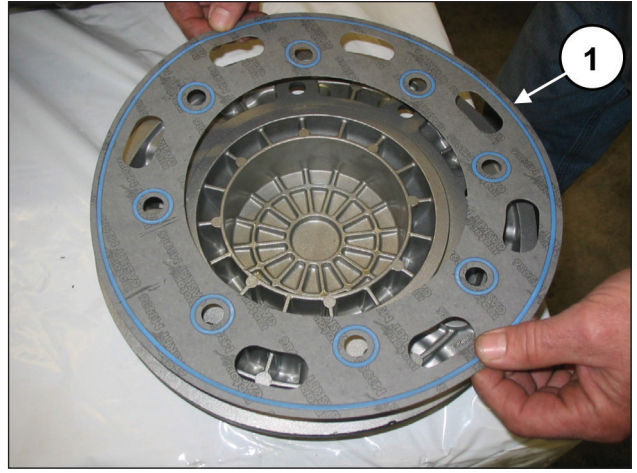
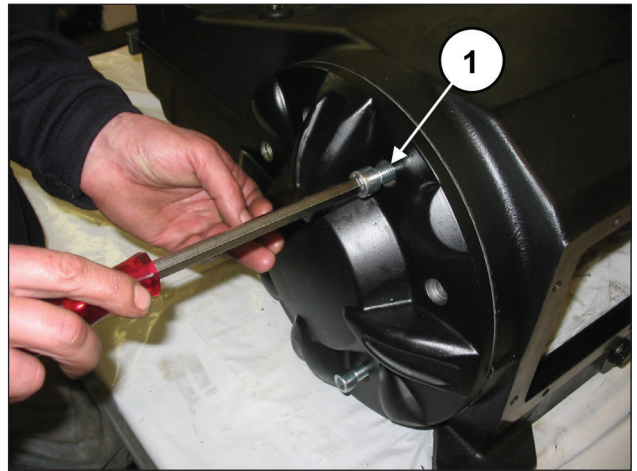

图86
图87
安装轴承盖(及相应密封圈)(①, 图86), 可使用8个M12x30螺丝(①, 图87)。